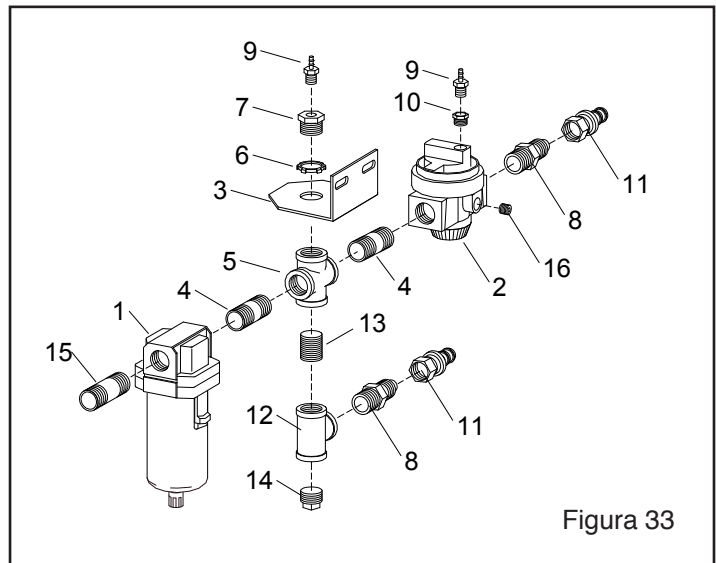

Figura 33
9.4 Ensamble de Regulador de Succión de Entrada, Figura 33